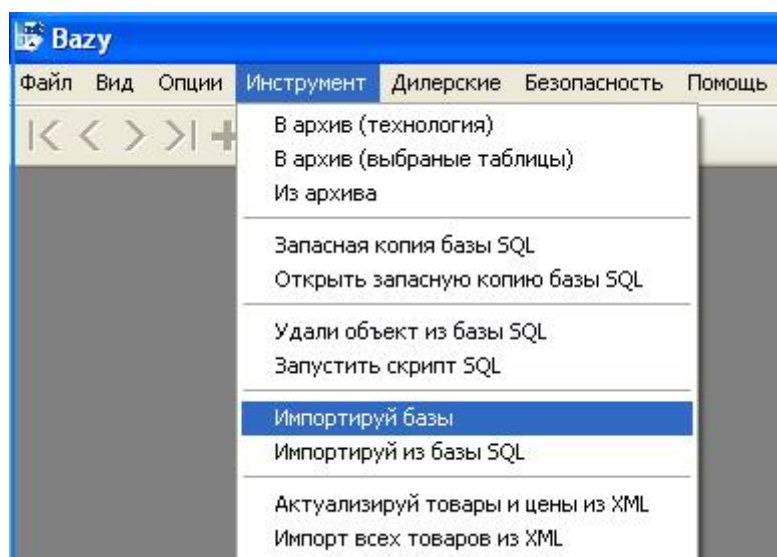

Рисунок 34. Импорт базы
- **Импорт базы (рис. 34)** – этот параметр позволяет импортировать из базы файлы DBF